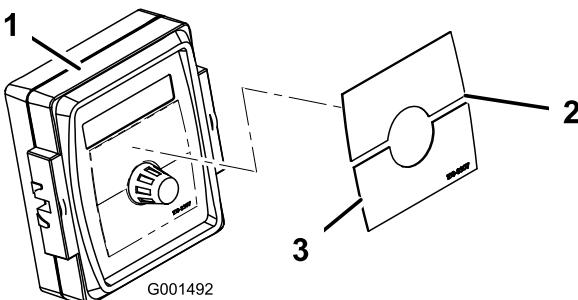

Figura 25
- Aplique la pegatina Spray Pro al monitor (Figura 25).